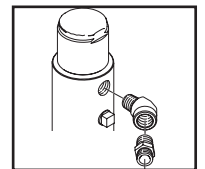

Fig. 8
- Se si utilizza la tramoggia opzionale, rimuovere il raccordo dal filtro. Installare il gomito a 45° nel filtro e installare il raccordo a nipplo nel gomito. Collegare quindi il tubo flessibile al nipplo. (Fig. 8)